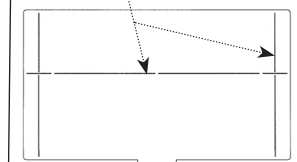

Fig. 9
- b. If additional space is required for devices greater than 1.7"(43 mm) in depth but not exceeding 2.9"(73 mm) depth attach (6) standoffs (b1) to mounting bracket (f). Depths measured from device mounting surfaces.
- c. Insert divider (b) between power side and data side. For 50/50 (Fig. 6) combinations insert divider tab into slot (c), Fig. 8. For 60/40 combinations (Fig. 7), break off ends of the divider along scores (See Fig. 9) and insert into slot (d), Fig. 8. For shallow depth applications break off top edge of divider plate.
- S'il faut plus d'espace pour les dispositifs de plus de 43 mm, mais n'excédant pas 73 mm de profondeur, fixer (6) éléments (b1) au support de montage (f). Calculer la profondeur à partir de la surface de montage du dispositif.
- Insérer le séparateur (b) entre les compartiments d'énergie et de données. Pour une répartition 50/50 (Fig. 6), insérer le séparateur dans la fente (c), Fig. 8. Pour une répartition 60/40 (Fig. 7), casser les extrémités du séparateur le long des marques (consulter la Fig. 9) puis insérer dans la fente (d), Fig. 8.
- b. Si necesita espacio para los dispositivos por más de 43 mm hasta 73 mm máximo de profundidad, fijar (6) elementos (b1) al soporte de montaje (f). Calcular la profundidad a partir de la superficie de montaje del dispositivo.
- c. Colocar el separador (b) entre los lados de alimentación y datos. Para combinaciones 50/50 (Fig. 6), colocar la lengüeta de separación en la ranura según la Fig. 8 (c). Para combinaciones 60/40 (Fig. 7), cortar los extremos del separador siguiendo las líneas (ver Fig. 9) y colocarlo en la ranura según la Fig. 8 (d).